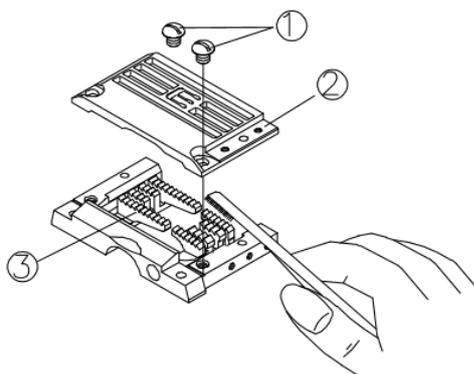

Fig. 33
2. Открутите два винта (1) и снимите игольную пластину (2).
3. Используйте мягкую щетку, чтобы очистить пыль и ворсинки на зубьях транспортера (3) (рис. 33).
4. После выполнения вышеуказанной очистки установите игольную пластину (2).